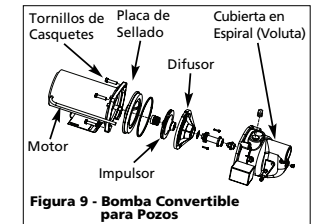

Figura 9 - Bomba Convertible para Pozos
2. Saque los cuatro pernos que mantienen la cubierta en espiral de la bomba (voluta) unida al motor (Figura 9).